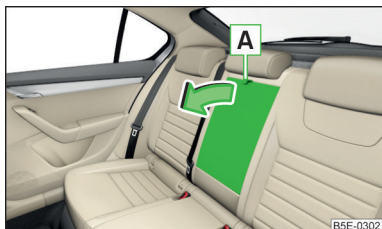

Fig. 79
➤ Tirez sur la boucle **A** » fig. 79 et rabattez l'accoudoir dans le sens de la flèche.
- Rabattez l'accoudoir arrière vers le bas (mais pas jusqu'en butée) » fig. 79 à la page 92.